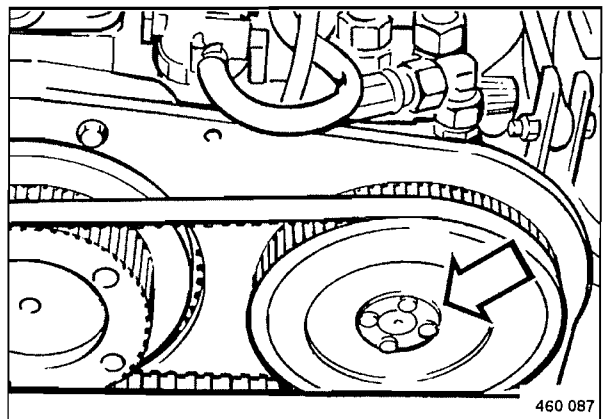

Fig. 128
- Desenroscar cuatro tornillos de fijación (Fig. 128) en la rueda para la correa dentada de la bomba hidráulica.